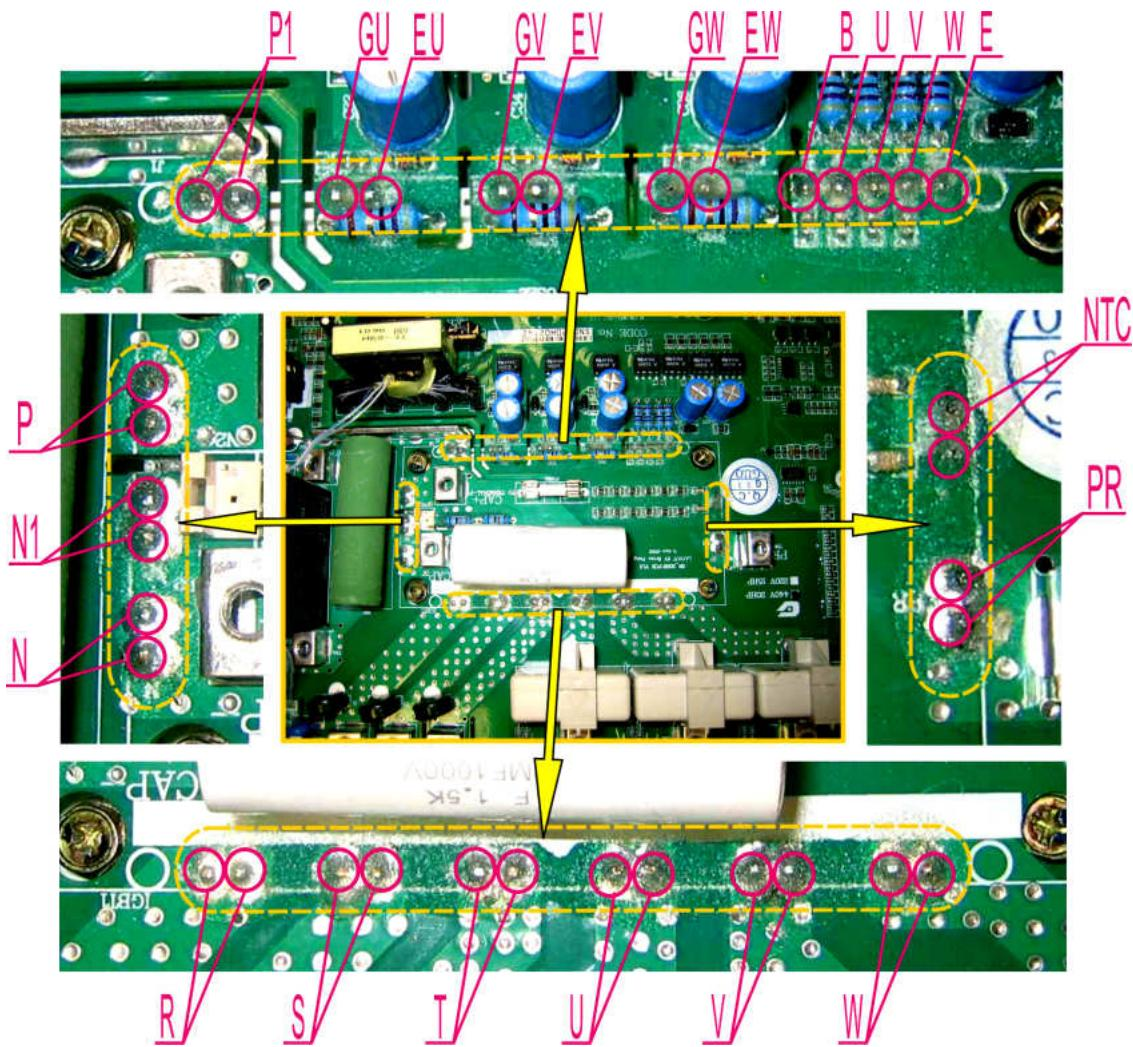

Рис. 7.12
7.5.11. Паять 35 контактов матрицы IGBT: GU, EU, GV, EV, GW, EW, B, U, W, V, E, NTC, PR, W, V, U, T, S, R, N, N1, P, P1(рис. 7.12).